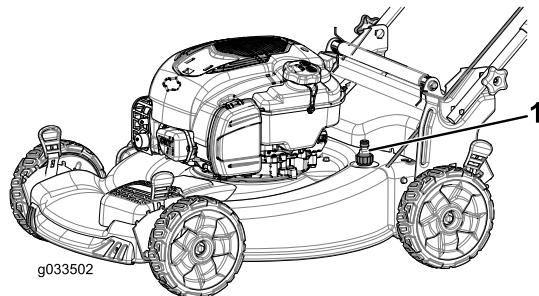

図 19
- 洗浄ポートにホースを接続し、ホースを水道栓につなぐ図 19。